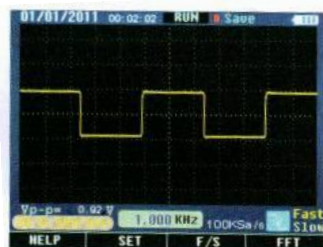

Рис. 2-10-1
- После запуска фактическое время и дата отображаются в верхнем левом углу экрана, в формате: mm/dd/yy, hh/mm/ss (рис. 2-10-1).